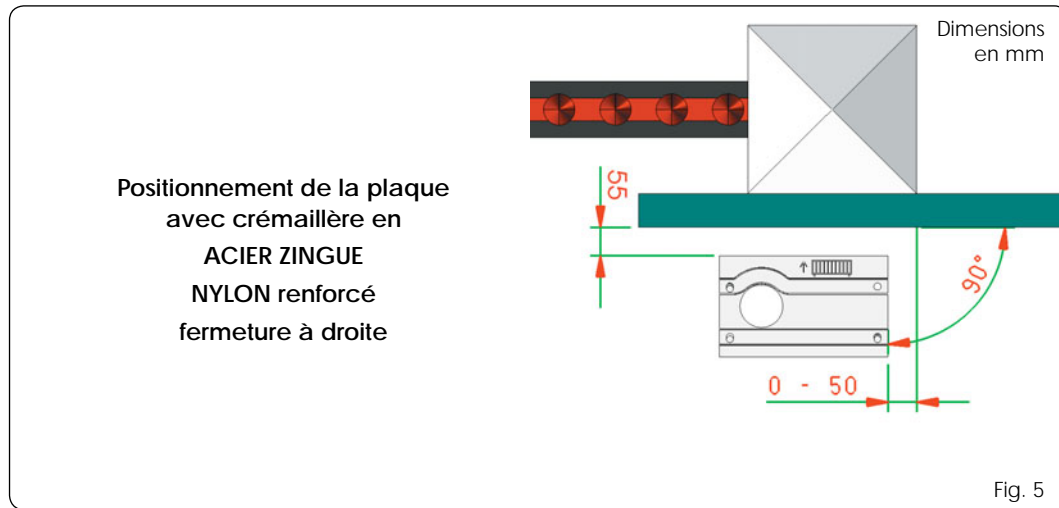

Fig. 5
2. La plaque de fondation doit être positionnée d'après la Fig. 5 (fermeture à droite) ou la Fig. 6 (fermeture à gauche) afin de garantir l'engrènement correct entre le pignon et